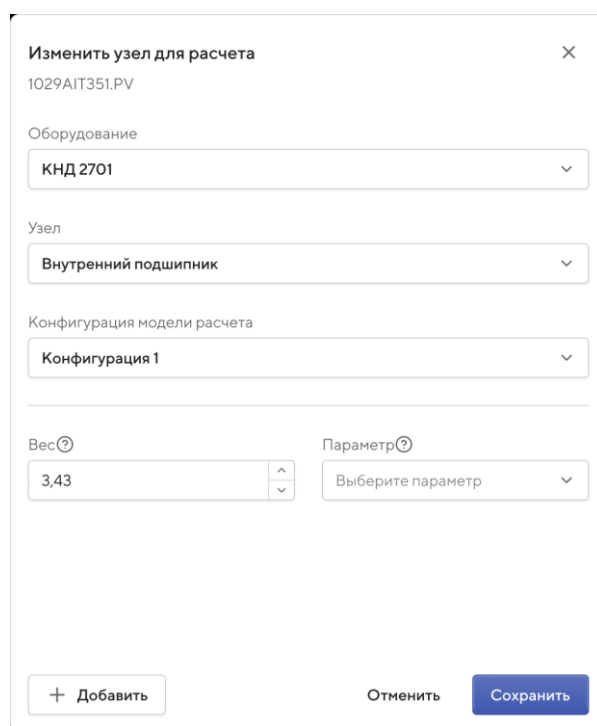

Рисунок 100 — Дополнительное окно «Изменить узел для расчета»
9. Выберите пункт «Изменить расчет». Откроется дополнительное окно **«Изменить узел для расчета»** (Рисунок 100).